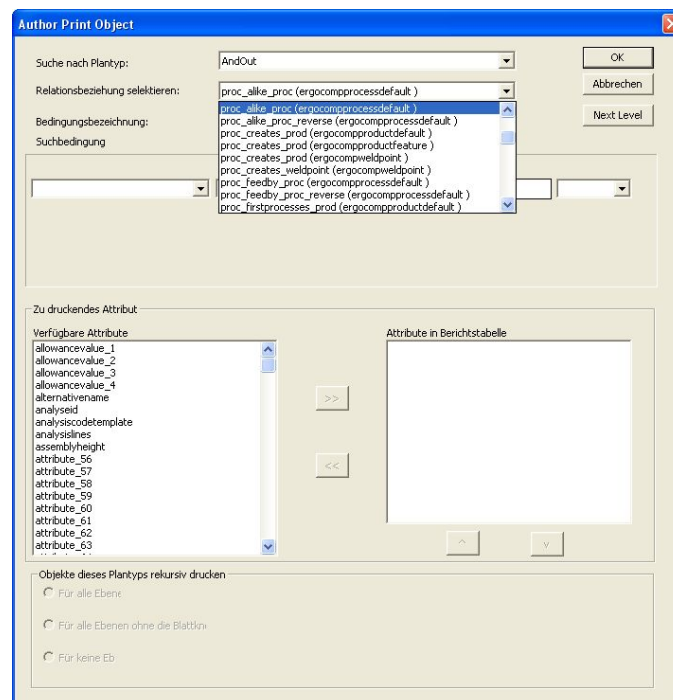

Abbildung 138: Dialog Author Print Object
- 5) Füllen Sie die Datenfelder entsprechend aus, siehe Abbildung 138. Selektieren Sie im Feld **Suche nach Plantyp** den Plantypen Workplan. Selektieren Sie im Feld **Relationsbeziehung selektieren** die Relation **Prozess nutzt Ressource** (Process uses Resource).